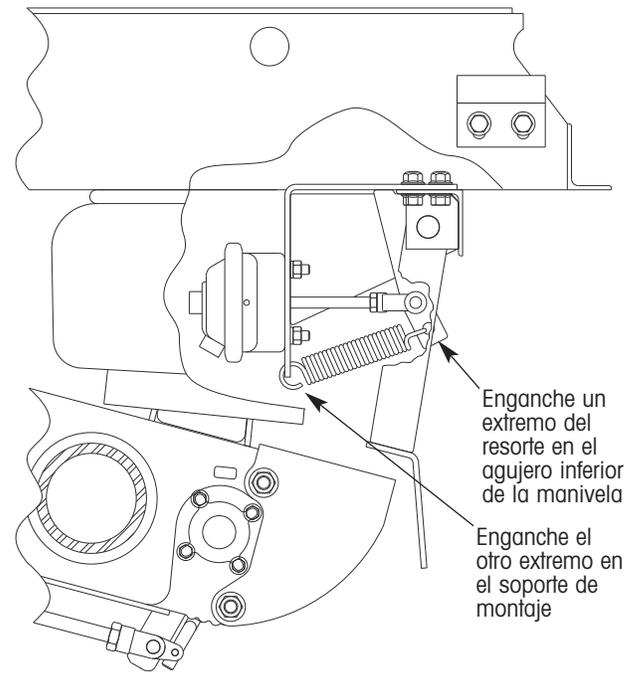

Figura 24. Detalles de instalación del resorte
1. Enganche un extremo del resorte al soporte de montaje y el otro extremo del resorte al agujero inferior de la manivela (figura 24).